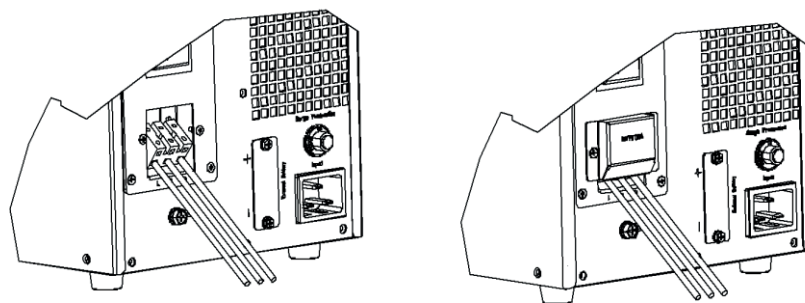

Рисунок 4. Выходная клемма модели 3кВА
*\*Кроме использования розетки в качестве выхода, модель HE11003(H)S также оснащена выходной клеммой для нагрузки, ток которой превышает 10А, смотрите Рисунок 4:*